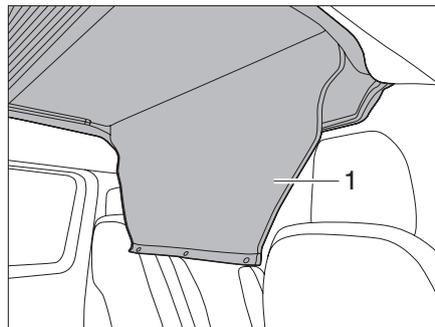

Fig. 31 Arrotolamento della copertura di passaggio
► Aprire e arrotolare la copertura di passaggio (Fig. 31,1).